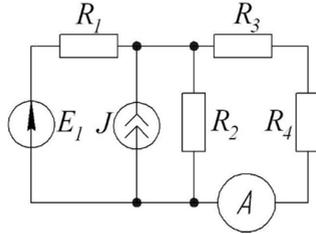

Рис. 47. Расчетная электрическая цепь к задаче 1
**Задача 1.** В заданной электрической цепи (рис. 47) определите показание амперметра, если  $R_1 = 2 \text{ Ом}$ ,  $R_2 = 2 \text{ Ом}$ ,  $R_3 = 3 \text{ Ом}$ ,  $R_4 = 5 \text{ Ом}$ ,  $E_1 = 20 \text{ В}$ ,  $J = 5 \text{ А}$ .